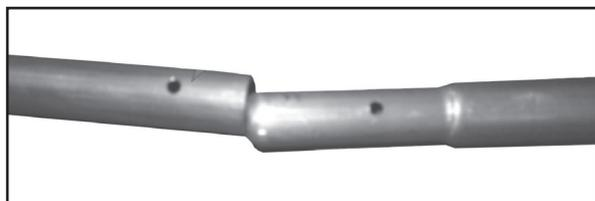

Рис. 6 Соединение привальников.
9. Вставьте замковые привальники (6) в привальники (3) кормы. Шпингалет привальника расположить ближе к носу каяка. Совместите отверстия в привальниках (Рис. 6).